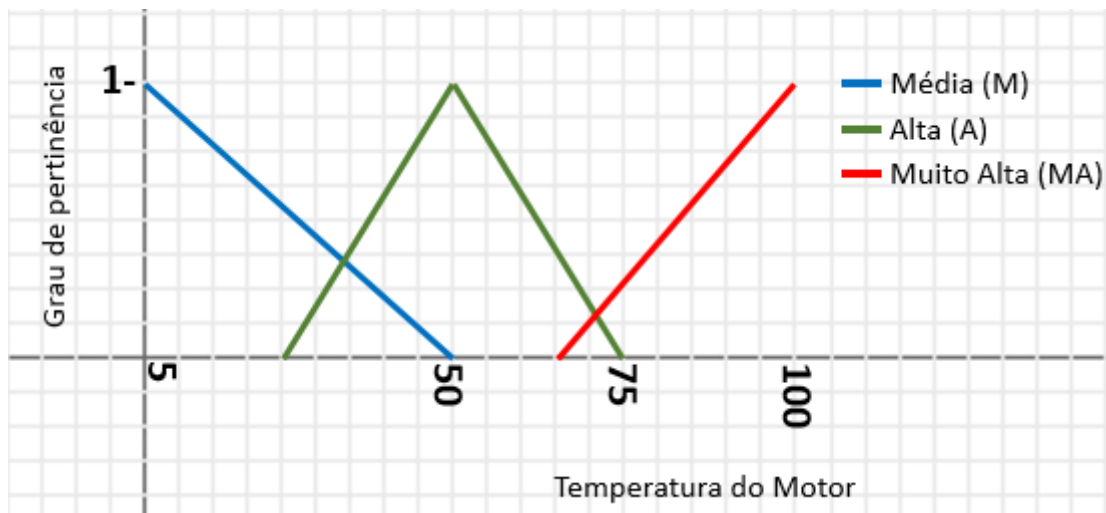

Figura 2: Temperatura do motor em °C.
Temperatura interna do motor (Média (M), Alta (A) e Muito Alta (MA)), Figura 2.